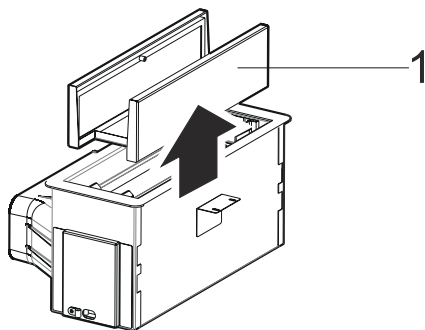

Fig. 4
2. ➤ Fjern beholderen (Fig. 4).